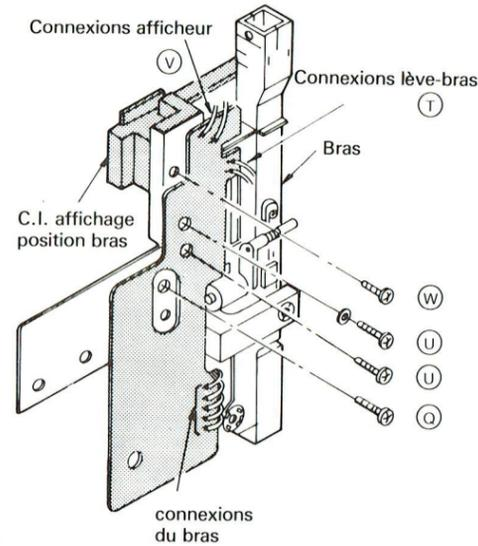

Fig. 8
- Dessouder les connexions du bras (Fig. 8).
- Défaire la vis Q (Fig. 8).
1.12 Démontage de la partie Cueing (Fig. 8)
1.13 Démontage du C.I. affichage de la position du bras (Fig. 8)